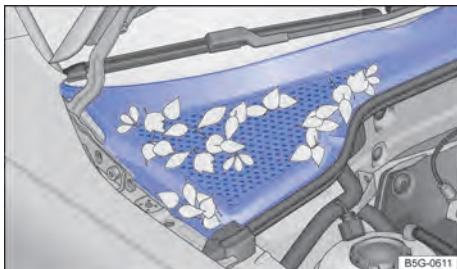

Fig. 172 Entre o compartimento do motor e o para-brisa: caixa de água (representação esquemática).
- A caixa coletora de água está localizada no compartimento do motor, entre o para-brisa e o motor e sob uma cobertura perfurada → Fig. 172. O ar ambiente é sugado da caixa coletora de água para o interior do veículo por meio do sistema de aquecimento e ventilação ou do ar-condicionado.